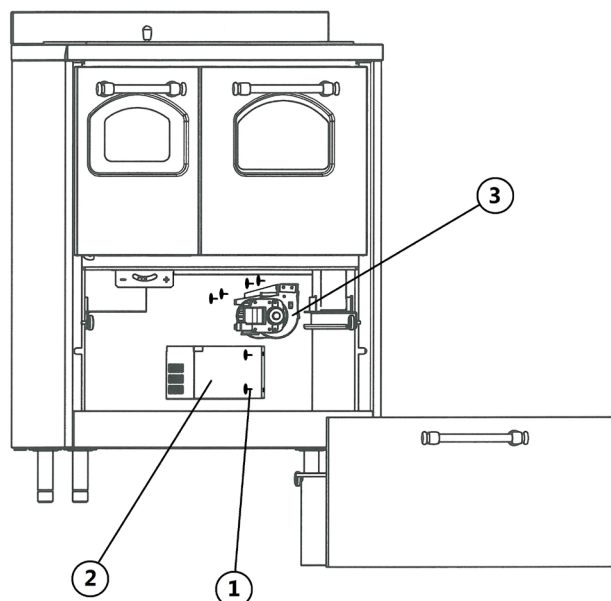

Fig. 17 - Sostituzione ventilatore
LEGENDA Fig. 17 a pag. 21
- Svitare le 4 viti poste ai lati del carter di protezione del ventilatore (vedi **Fig. 17 a pag. 21**).